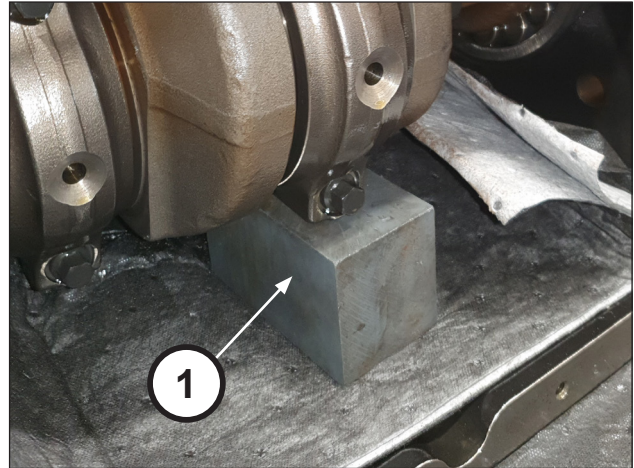

Abb. 21
Setzen Sie eine Passscheibe unter die Pleuelstange, um die Wellendrehung zu verhindern (Pos. ①, Abb. 21).